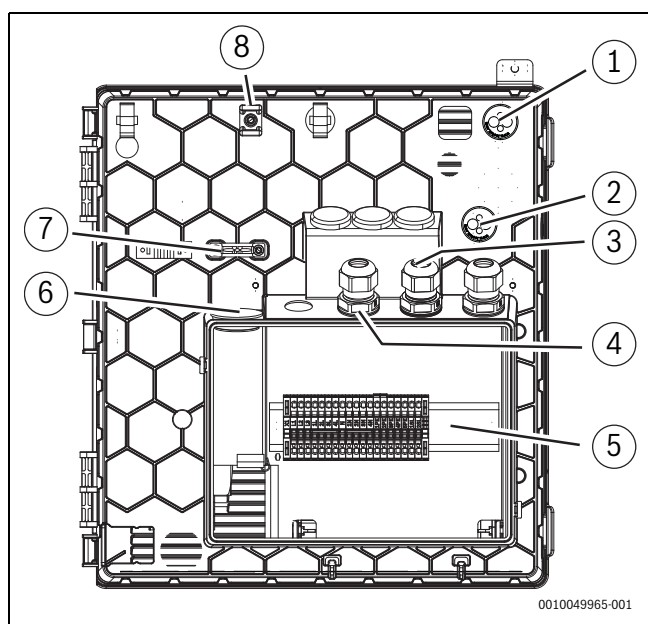

Fig. 38 Passe-câbles sur le boîtier électrique
- Fixer les câbles avec des attaches de câbles sur les points de fixation (→ Figure 38 [7] et [9]). Éviter de croiser les câbles.
Pour les passe-câbles (→Figure 38 [1], [2], [7]), une petite piqûre dans la membrane suffit, puis les lignes peuvent être enfoncées.
- ▶ Après l'insertion des câbles, serrer les presse-étoupes (→Figure 38 [3], [4], [5]).
- ▶ Utiliser les points de fixation définis [9] pour fixer les câbles qui ont été insérés dans les entrées (→Figure 38 [1], [2]).